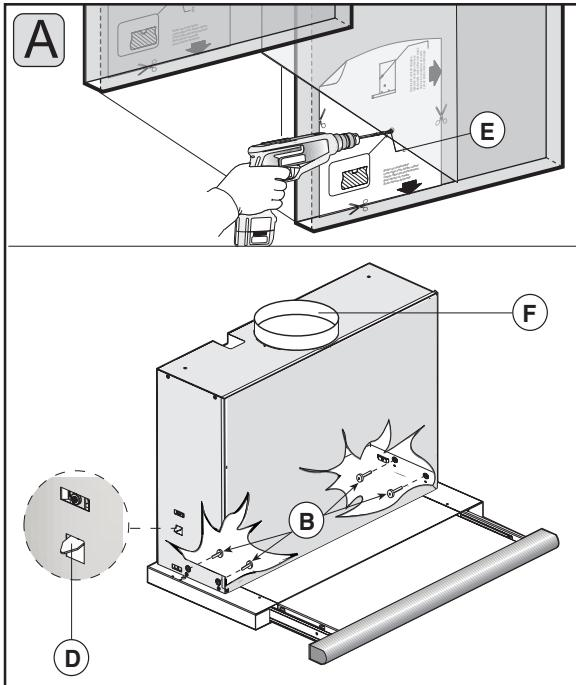

Fig.4
1. Utilizzando l'apposita maschera di foratura effettuare sulle pareti del pensile n°2 fori **E** in corrispondenza dei ganci **D** (fig.4).